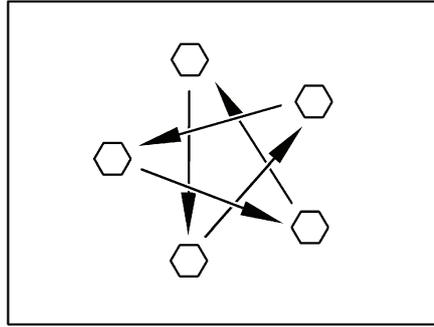

Bild 181 Radmuttern oder Radschrauben über Kreuz anziehen
- Radmuttern oder Radschrauben regelmäßig auf festen Sitz prüfen. Radmuttern oder Radschrauben eines ausgewechselten Rades nach 50 km über Kreuz nachziehen (Bild 181). Anzugsdrehmoment siehe Abschnitt 15.5.2.
- ▷ Radmuttern oder Radschrauben über Kreuz anziehen (Bild 181).